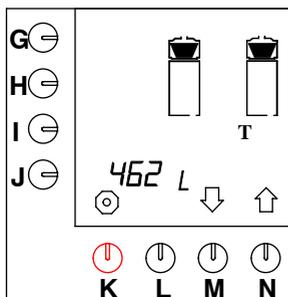

Fig. 28 Contatore totale della macchina di preparazione del caffè
- Sullo schermo viene visualizzato il contatore totale (vedere fig. 28 ), è possibile leggere il totale assoluto di litri di caffè preparati con la macchina.